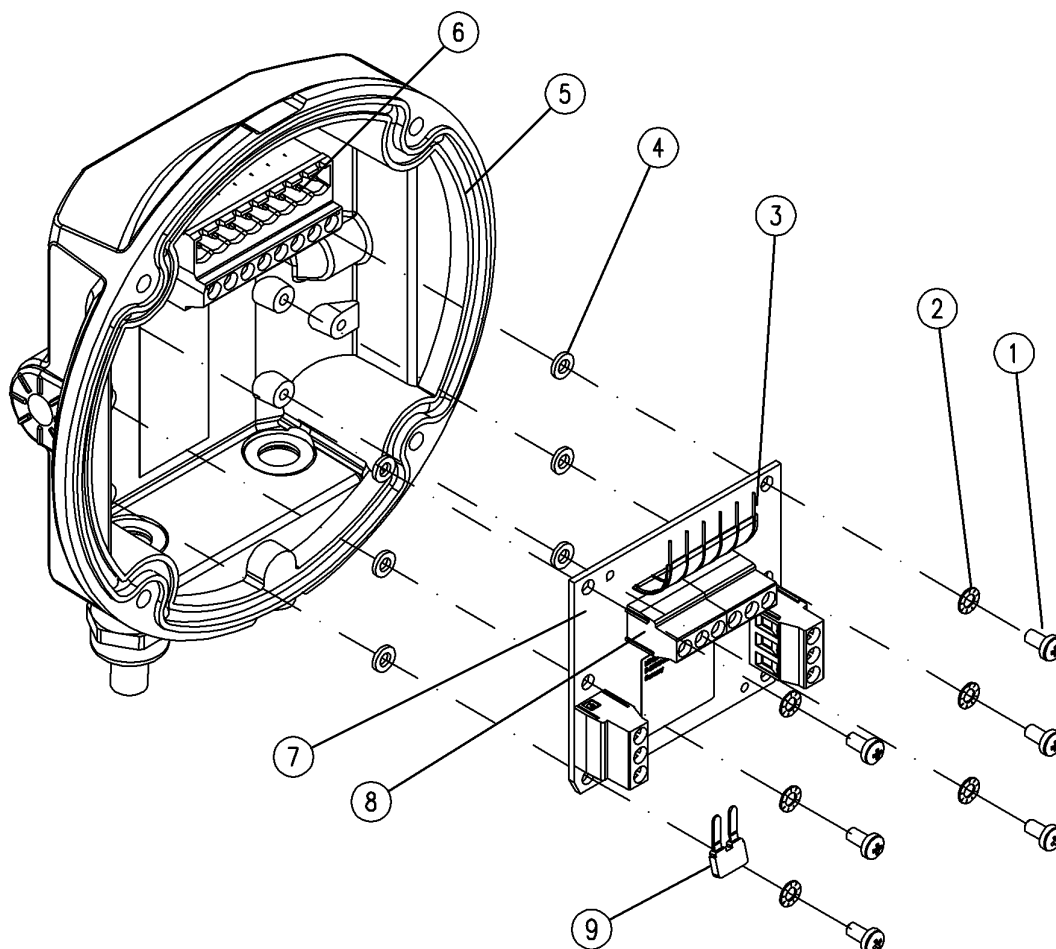
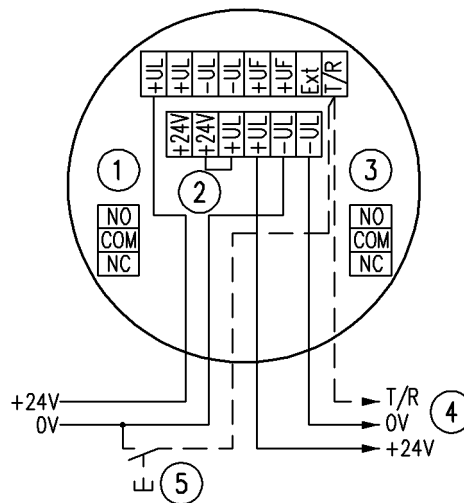
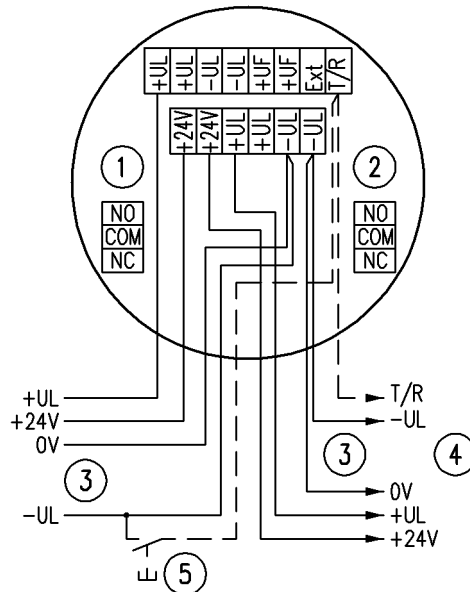

Abb. 37: Relaismodul montieren, Beispiel KMX5000 RK
Abb. 38: Anschluss Relaismodul - gemeinsame Spannungsversorgung
Abb. 39: Anschluss getrennte Spannungsversorgung
1. ➤ Relaismodul (Abb. 37/7) mit je sechs Befestigungsschrauben (Abb. 37/1), Fächerscheiben (Abb. 37/2) und Kunststoff-Isolierbuchsen (Abb. 37/4) im Meldersockel (Abb. 37/5) festschrauben.
2. ➤ 6-poligen Flex-Anschluss (Abb. 37/3) mit korrespondierenden Anschlussklemmen (Abb. 37/6) am Meldersockel verbinden und verschrauben.
3. Bei gemeinsamer Spannungsversorgung: Kurzschlussbrücke (Abb. 37/9) sowie (Abb. 38/2) in Anschlussklemmen "+24V" und "+UL" stecken und verschrauben.
4. Bei getrennter Spannungsversorgung: Kurzschlussbrücke entfernen (Abb. 38/2) und gemeinsamen Rückleiter ("-UL" / "0 V") (Abb. 39/4) doppelt ausführen. Der Leiterquerschnitt muss bei beiden Leitungen gleich sein.